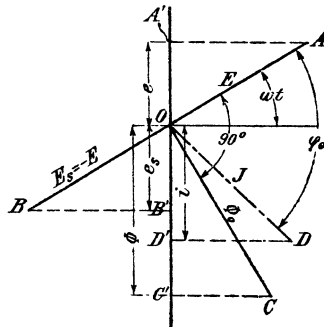
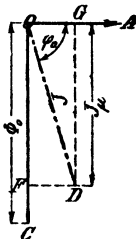

Fig. 130.
Fig. 131.
Stellt man e und Φ als die Projektionen von Vektorgrößen dar, so ergibt sich das in Fig. 130 dargestellte Diagramm, aus dem das Gesetz (29) folgt:
Dreht man in Fig. 130 den Vektor Φ_0 vertikal nach unten, so ist in diesem Augenblick $\Phi = \Phi_0$, während der Strom, der diese Kraftlinienzahl erzeugt, den Wert $\overline{OF} = J \cos(90 - \varphi_0) = J \sin \varphi_0$ besitzt (Fig. 131).